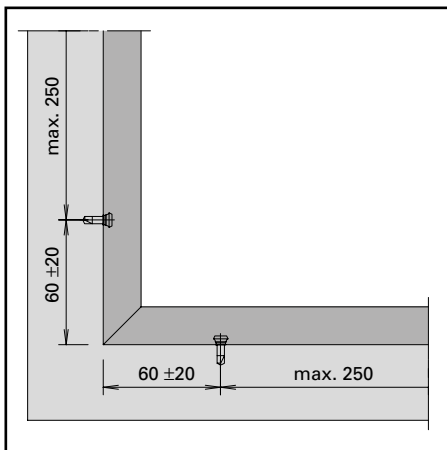

Abb. 7 / Fig. 7 / Fig. 7
**(Abb. 7)**
**(Fig. 7)**
**(fig. 7)**